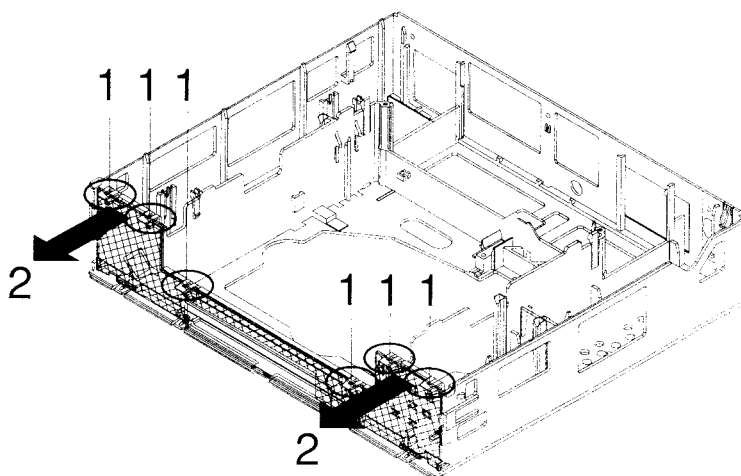

Fig. 5
- Durch Entriegeln der Schnapphaken (siehe Fig. 5) läßt sich der Bedienprint entnehmen.